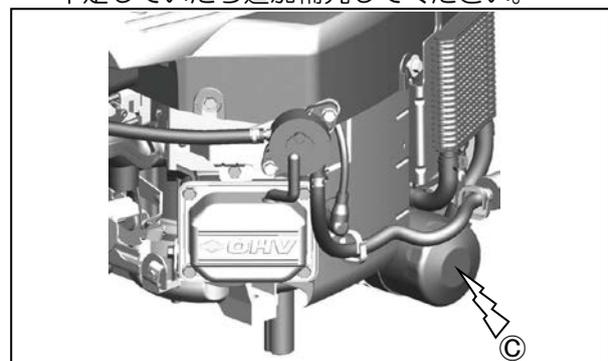

図 14 オイルフィルタの交換
2. オイルフィルタ(図 14 の C)を外して廃棄します。